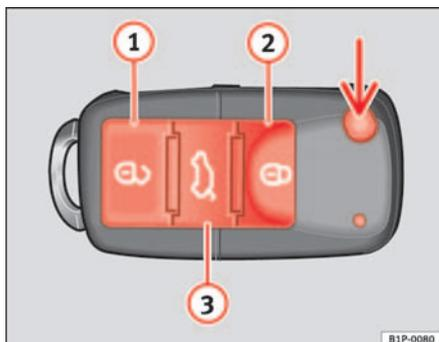
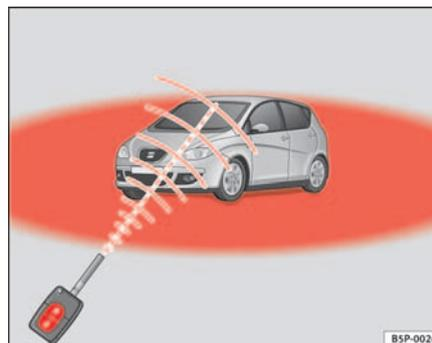

Abb. 64 Tastenbelegung Funkschlüssel
Abb. 65 Wirkungsbereich der Funk-Fernbedienung
Mit der Taste  \Rightarrow Abb. 64 (Pfeil) der Fernbedienung wird der Schlüsselbart ausgeklappt.
Fahrzeug entriegeln  \Rightarrow Abb. 64 ①.
Fahrzeug verriegeln  \Rightarrow Abb. 64 ②.
Heckklappe entriegeln. Drücken Sie die Taste  \Rightarrow Abb. 64 ③, bis alle Blinkleuchten am Fahrzeug kurz aufleuchten. Nach Drücken der Entriegelungstaste  ③ können Sie die Heckklappe innerhalb von 2 Minuten öffnen. Nach Ablauf dieser Zeit wird die Heckklappe wieder verriegelt.
Zudem blinkt die Batterie-Kontrollleuchte des Schlüssels \Rightarrow Abb. 64 auf.
Bei einmaligem Drücken der Taste  \Rightarrow Abb. 64 ①, wird nur die Fahrertür geöffnet. Alle anderen Türen bleiben verriegelt.
Bei zweimaligem Drücken der Taste  ⇒ Seite 101, Abb. 64  werden alle Türen entriegelt.
- Die Funk-Fernbedienung funktioniert nur, wenn Sie sich im Wirkungsbereich befinden ⇒ Seite 101, Abb. 65 (rote Fläche).
- Verwenden Sie die beiden Schlüssel, die mit dem Fahrzeug ausgehändigt werden, den Funkschlüssel und den normalen Schlüssel ⇒ Seite 101, Abb. 64 ⇒ Seite 101, Abb. 65.
- Verriegeln Sie das Fahrzeug mit dem Schlüssel mit Funk-Fernbedienung ⇒ Seite 101, Abb. 64 ⇒ Seite 101, Abb. 65 über das Schloss in der Fahrertür.